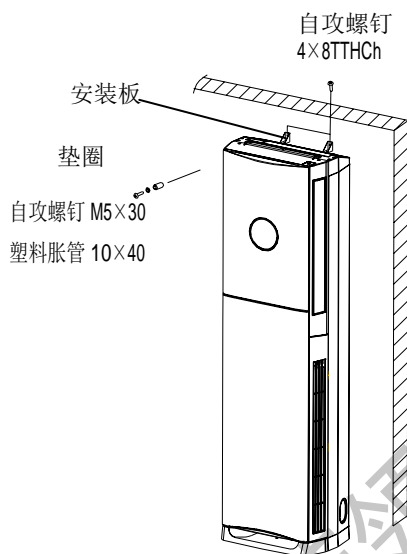

图 5
4. 室内机需使用 2 块安装板将机体固定在墙上(参考图 5, 图中的安装板和紧固件需要向本公司另购)。